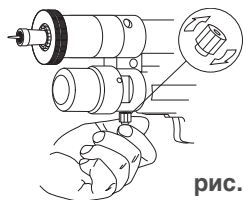

рис. 15
- 2) Перевернуть защитную гайку и привинтить её (посредством специального резьбового отверстия) к устройству аварийного возврата (С) (рисунок 15).